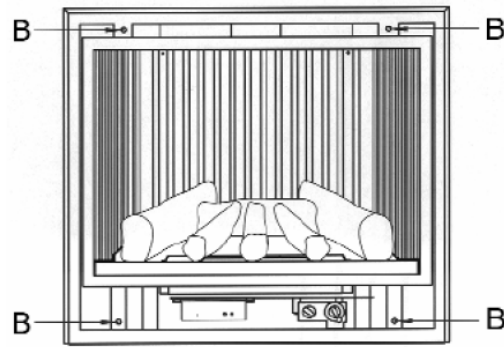

Fig.14
- 2) Verwijder het achterkader door de 4 schroeven B (zie fig. 14) los te draaien. Neem de doos met de houtset uit de verbrandingsruimte.